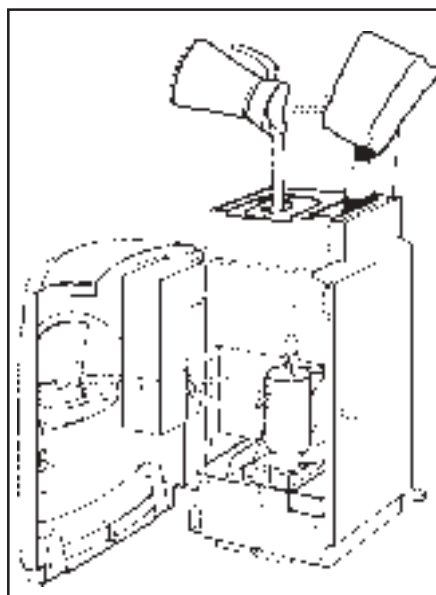

Abb. 5: Mit gemahlenem Kaffee/Wasser füllen)
1. Füllen Sie das Kaffeeresservoir (siehe Abb. 5) mit gemahlenem Frischbrüh-Kaffee.